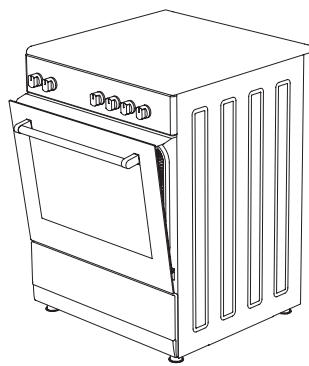

Figura 27
4. Y luego asegure el panel de seguridad entre el horno y la cubierta frontal cerrando suavemente la cubierta. (figura 27)